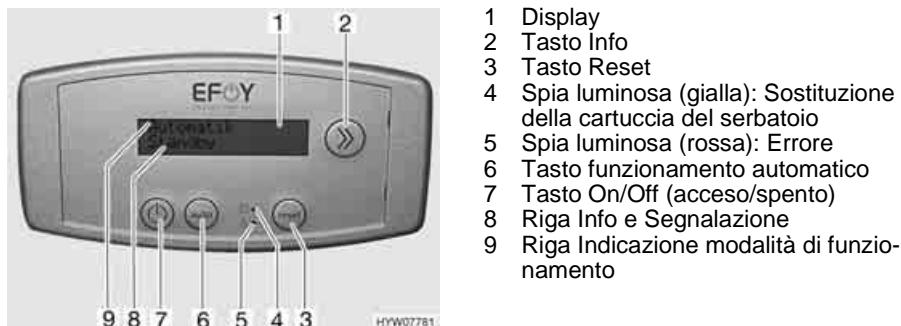

Fig. 131 Centralina di controllo per pila a combustibile
La pila a combustibile è composta da diversi componenti che sono montati nel gavone di coda (Fig. 129) e da un pannello di controllo (Fig. 131) posto nel vano abitabile.
La pila a combustibile carica automaticamente le batterie del vano abitabile non appena la loro tensione scende sotto i 12,5 V e la pila a combustibile viene attivata tramite il tasto acceso/spento (Fig. 131,7).
Il display (Fig. 131,1) della centralina di controllo è a due cifre. Nella prima riga (Fig. 131,9) viene visualizzato lo stato di funzionamento della pila a combustibile.
Nella seconda riga (Fig. 131,8) vengono visualizzate informazioni oppure segnalazioni di guasto.
La commutazione tra le informazioni a disposizione avviene mediante il tasto Info (Fig. 131,2).
I due LED sull'apparecchio di comando indicano i guasti (Fig. 131,5) e che è necessario sostituire la cartuccia del serbatoio (Fig. 131,4).
Dopo la rimozione dell'errore, riaccendere la pila a combustibile. A tal fine premere il tasto Reset (Fig. 131,3).
- Premere il tasto acceso/spento (Fig. 131,7). Nella prima riga del display (Fig. 131,9) viene visualizzata la modalità di funzionamento attuale.
- Se viene visualizzato "On" (acceso), la pila a combustibile si trova nella modalità di carica selezionata manualmente. Premere il tasto "auto" (Fig. 131,6), per commutare sulla modalità di funzionamento automatico.
- Premere il tasto acceso/spento (Fig. 131,7). La pila a combustibile si spegne in modo controllato.
- Se la pila a combustibile non è ancora stata spenta, premere il tasto On/Off (acceso/spento) (Fig. 131,7).